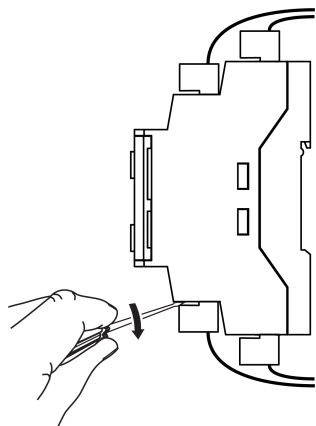

Рисунок 7.3 – Отсоединение съемных частей клемм
- Отсоединить съемные части клеммников от прибора, предварительно пометив провода для последующего подключения (см. рисунок 7.3).